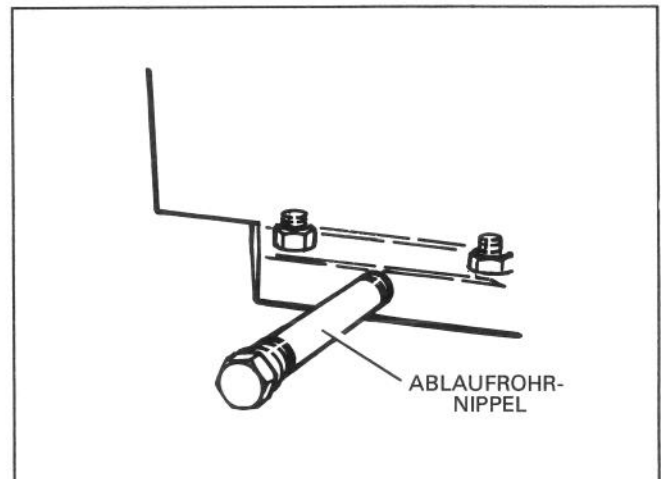

Abb. 2
3. Nachdem das Öl abgelassen ist, den Nippel des Abflußrohrs vom Motor entfernen (Abb. 2).